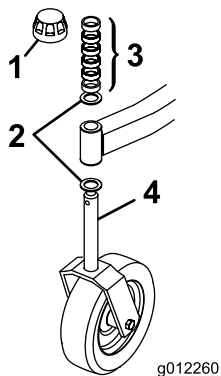
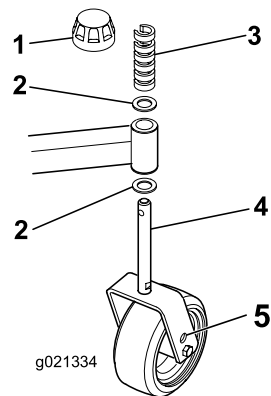

図 2
図 3
1. スピンドルシャフトからテンショニングキャップを外し、スペーサとスラストワッシャを取り出す 図 2 と 図 3。
5. スピンドルにスラストワッシャをもう1枚入れ、残りのスペーサを入れてからテンショニングキャップを付けてアセンブリを固定する 図 2 と 図 3。